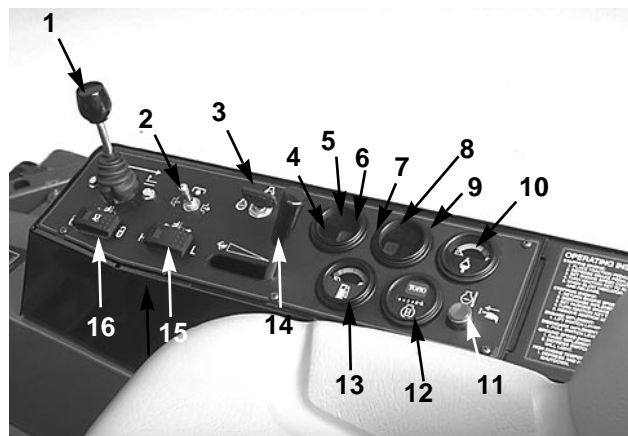

Fig. 9
Løftehåndtag (Fig. 9)—Med dette håndtag løftes og sænkes klippeenheden.
Kraftudtagskontakt (Fig. 9)—Kraftudtagskontakten har tre stillinger: TILKOBLET (ON—engage), fristilling (NEUTRAL) og FRAKOBLET (OFF—disengage). Kraftudtagskontakten løftes langsomt og skubbes fremad til TILKOBLET stilling for at starte redskabet eller klippeenhedens knive. Træk langsomt kontakten bagud til FRAKOBLET (OFF) for at standse redskabet. Det eneste tidspunkt, hvor kraftudtagskontakten skal være i TILKOBLET stilling, er når redskabet eller klippeenheden er sænket i arbejdsstilling.
Tændingskontakt (Fig. 9)—Tre stillinger: AFBRUDT (OFF), TILSLUTTET (ON)/forvarm (preheat) og START.
Ladekontrollampe (Fig. 9)—Lyser, når der er en fejl i systemets ladekredsløb.
Kontrollampe for lav kølevæskestand (Fig. 9)—Angiver, at kølevæskestanden er lav.